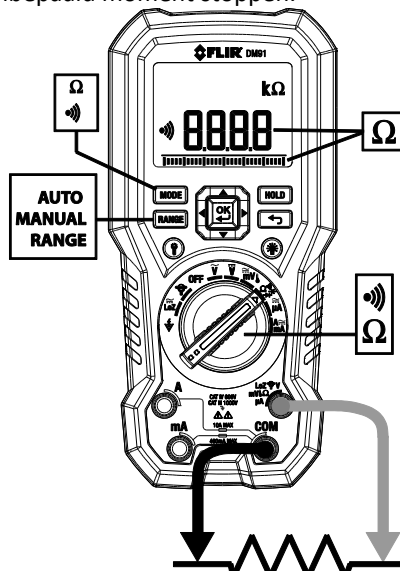

Fig. 5-2 Weerstand- en Continuïteitsmetingen
1. Zie Fig. 5-2. Zet de functieschakelaar op de Ω positie.